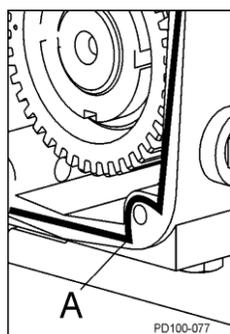

Figure 66 - Application du mastic
3. Appliquez du mastic silicone à l'arrière du carter d'engrenage. (Un ruban d'étanchéité Gore-Tex® peut être utilisé sur les modèles sans silicone). Appliquez du ruban adhésif "à l'intérieur des trous de vis. (figure 66, élément A).